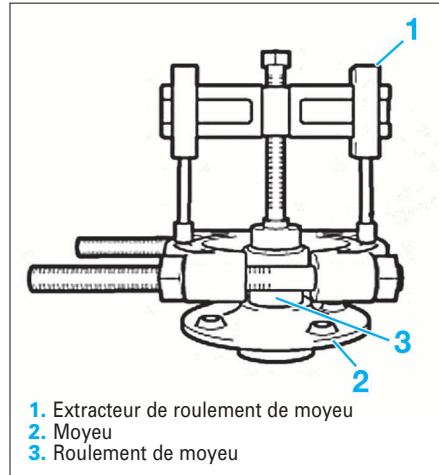

FIG. 15
- Extracteur de roulement (réf : 09950-00020) (Fig.15).
- Extraire à l'aide d'un extracteur de roulement approprié la bague de roulement restée en place sur le moyeu (Fig.15).